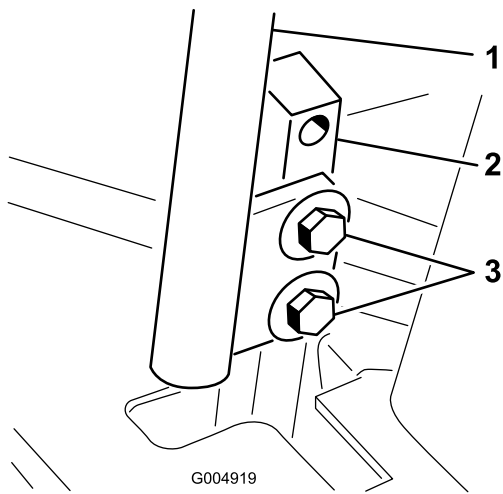

図 64
3. コントロールレバーを固定しているボルトをゆるめる(図 64)。